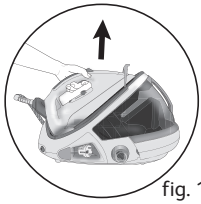

fig. 1
Votre générateur est équipé d'un arceau de maintien du fer sur le boîtier avec verrouillage (selon modèle) pour faciliter le transport et le rangement - fig.1 :
- Saisissez le fer par la poignée pour transporter votre générateur - fig.1.